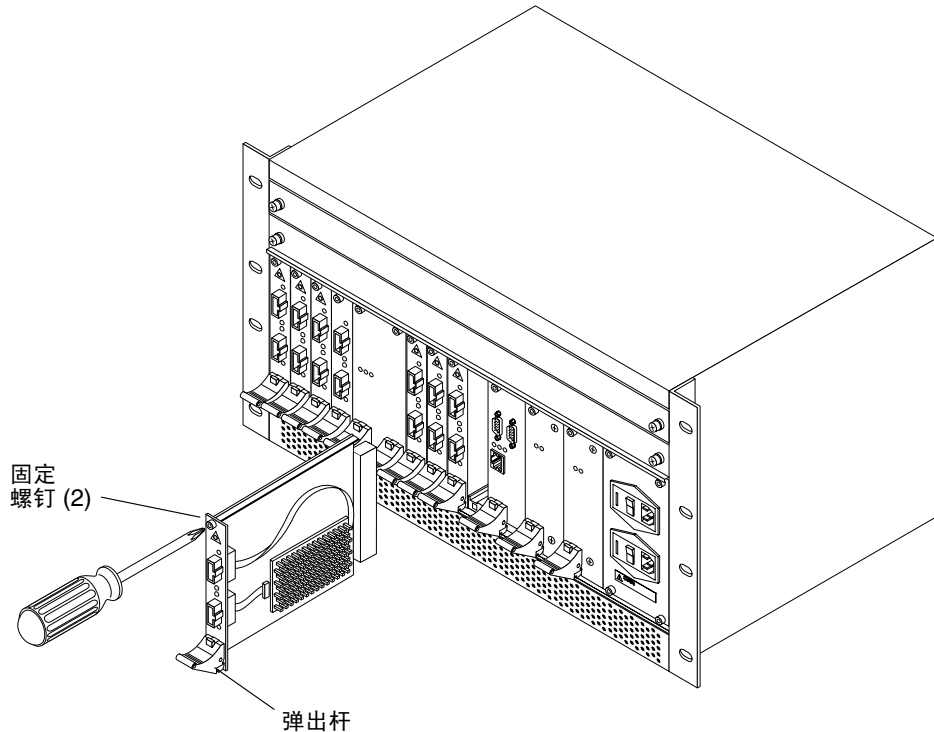

图 4-1 替换光学模块
3. 拧松模块顶部和底部的固定螺钉（图 4-1）。
3. 按下替换模块弹出杆上的红色锁定按钮，确保解除弹出杆锁定（图 4-1）。